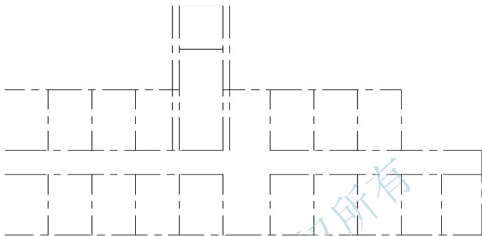

图 2.34 偏移生成⑭和⑮轴线
(1) 执行【偏移】命令(快捷键 O)，将⑤轴线向左偏移 600mm，⑥轴线向右偏移 600mm，形成⑭和⑮轴线，结果如图 2.34 所示。